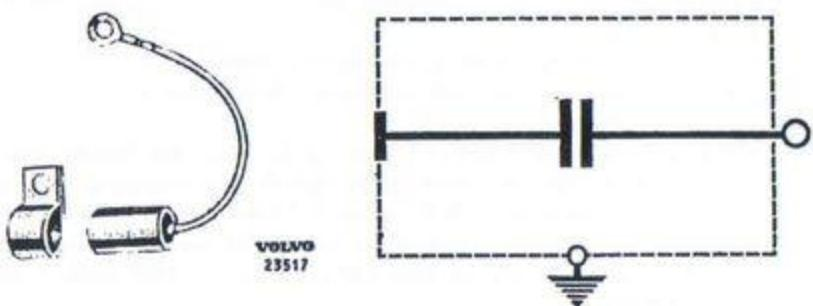

Bild 192. Avstörningskondensator för blinkdon m.m.
En avstörningskondensator, Bosch EMKO 19Z3Z, är inkopplad mellan chassiet och pos 15 på blinkdonet. Kondensatorns utseende och koppling se bild 192. Kondensatorkapacitans  $0.45 \mu\text{F}$ .